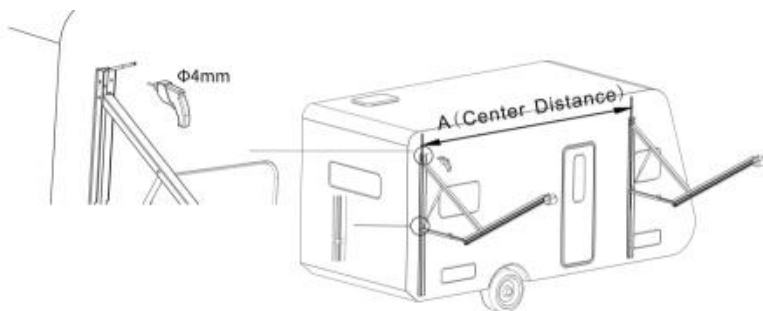

Figure C3
3.1 Retirez le bras de pliage pneumatique, enlevez le couvercle de sécurité et ouvrez le bras de pliage. Marquez l'emplacement des trous à un endroit approprié sur la face extérieure du véhicule en fonction de l'entraxe A de la tige de support, puis percez des trous de fixation de $\phi 4$ mm dans la carrosserie. (Figure C3)